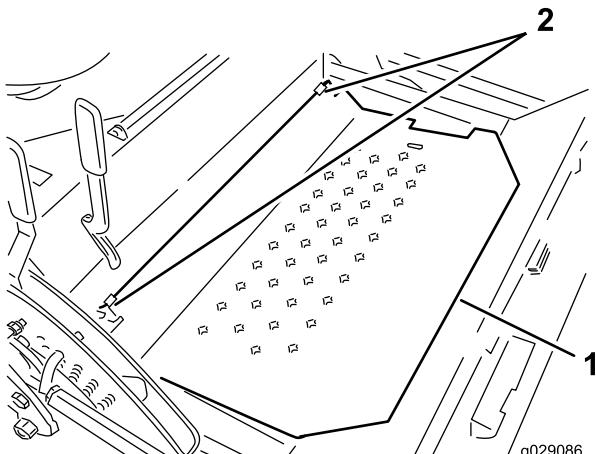

Рисунок 34
- Подсоедините плиту сиденья к раме, заново установив поворотные штифты (Рисунок 34).